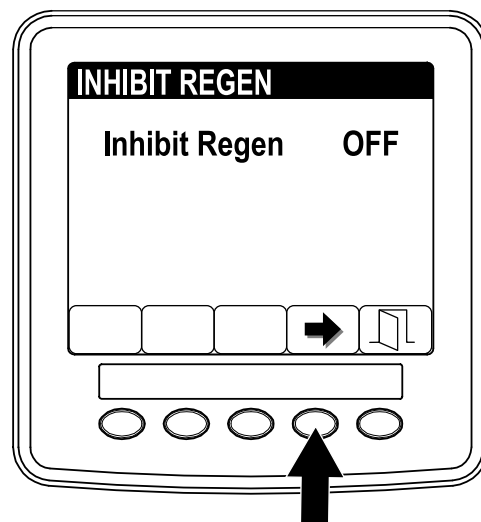

Figura 44
3. Pulse el botón 4 para cambiar el ajuste de inhibición de regeneración de Activado a Desactivado (Figura 44) o viceversa.